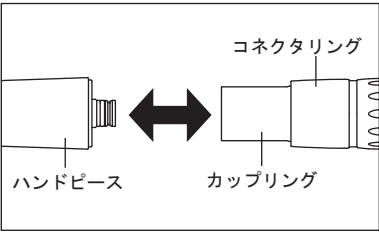

図2
- 1) ハンドピースをカップリングに真っ直ぐ挿し込みます（図2）。